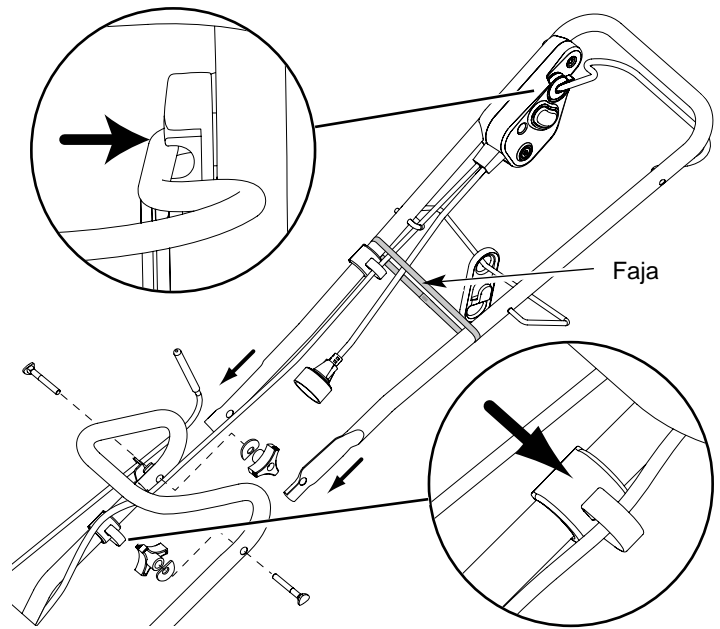

Fig. 1
1. Cuando desempaque la unidad, afloje y retire las dos perillas y arandelas del interior de las barras inferiores (Fig. 1).
4. Verifique que el asa estŽ montada en el conjunto del interruptor (Fig. 1).
8. Retire la faja una vez que la manija superior estŽ montada a la manija inferior (Fig. 1).